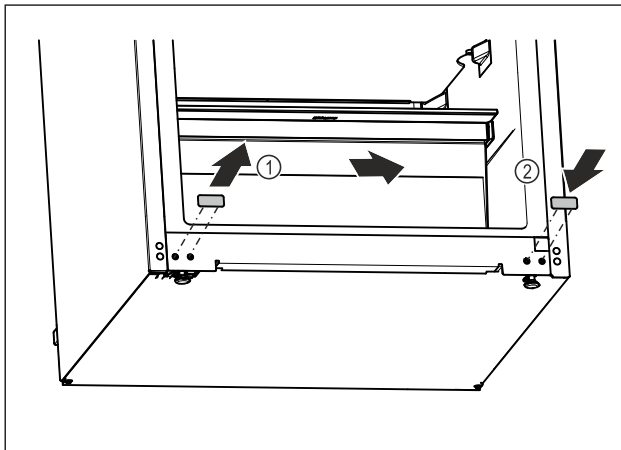

Fig. 13
- ▶ Vytiahnite kryciu zátku. Fig. 13 (1)
- ▶ Nasadíte kryciu zátku na opačnú stranu. Fig. 13 (2)